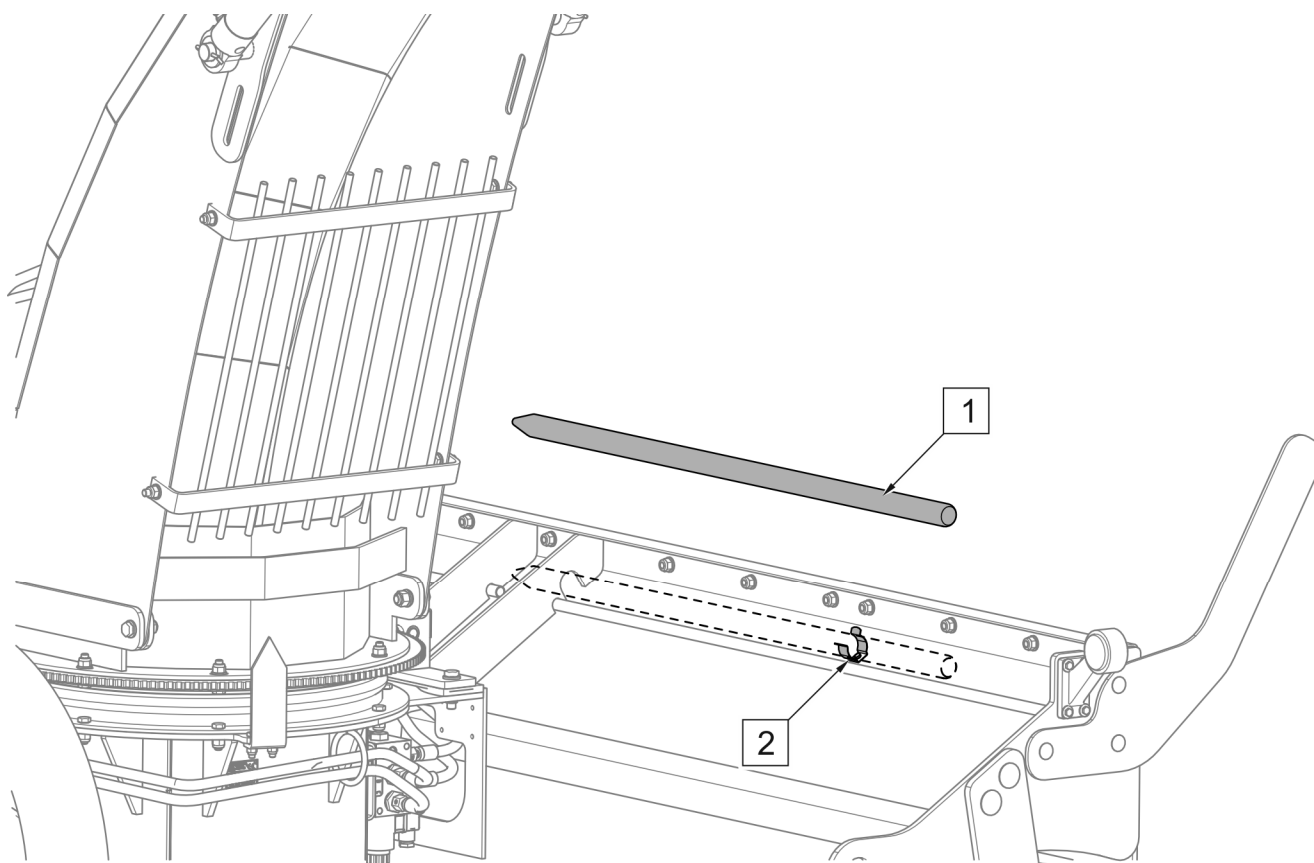

РИСУНОК 4.16 Удаление заторов
Для устранения заторов и препятствий используйте деревянный штифт (РИСУНОК 4.16), входящий в комплект поставки машины. Штифт (1) установлен с правой стороны корпуса машины.